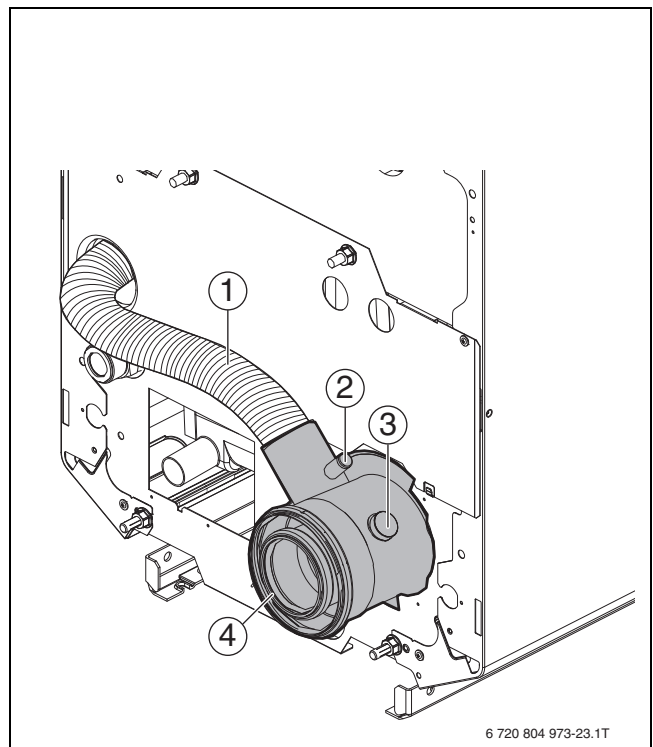

Bild 24 Luft-Abgas-Stutzen
Die Messungen erfolgen grundsätzlich im Luft-Abgas-Anschlussstutzen (erforderliches Zubehör; → Bild 24, [4]) oder im Abgas-Anschlussstutzen (erforderliches Zubehör bei separater Luftführung beziehungsweise bei 60 kW).
Abgasmessung: → Bild 24, [3].
Zuluftmessung bei raumluftunabhängigem Betrieb: → Bild 24, [2].
- ▶ Messfühler durch die Messöffnung im Abgas-Anschlussstutzen (→ Bild 24, [3]) bis in den Kernstrom (Mitte Abgasrohr) des Abgases eintauchen (höchste Abgastemperatur).